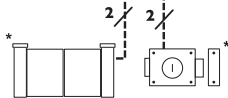

Fig. 8
- **Fig. 8:** Esquema de conexión entre la PowerBox y la placa externa
4. Conectar los cables respetando el plano de cableado (**Fig. 8**)